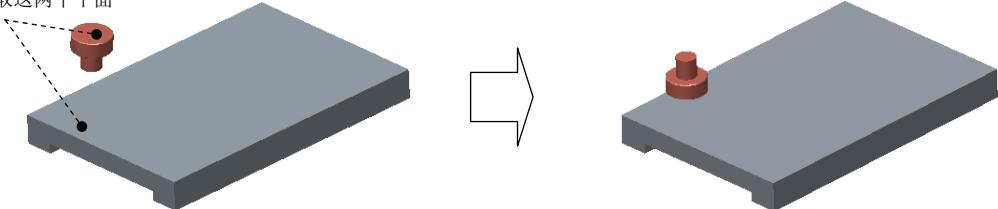

图 3.5.1 创建平面 (Planar) 连接
Step4. 引入第二个元件 PLANE02.prt，并将其调整到图 3.5.1 所示的位置。
(1) 在连接列表中选取 平面 选项，此时系统弹出“元件放置”操控板，单击操控板菜单中的 **放置** 选项卡。
(2) 定义“平面”约束。分别选取图 3.5.1 所示的两个平面为“平面”约束参考，单击 **反向** 按钮，可以反转平面对齐的方向；此时 **放置** 界面如图 3.5.2 所示。